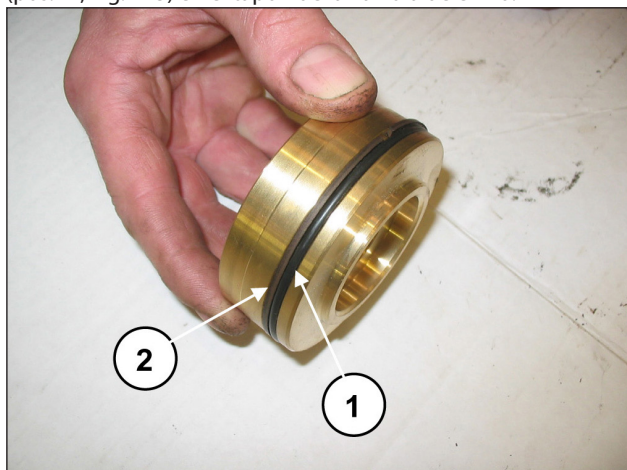

Fig. 125
Montar la junta tórica, pos. dibujo desglosado 17 (pos. ①, Fig. 125) y la anilla antiextrusión, pos. dibujo desglosado 21 (pos. ②, Fig. 125) en el tapón de la válvula de envío.